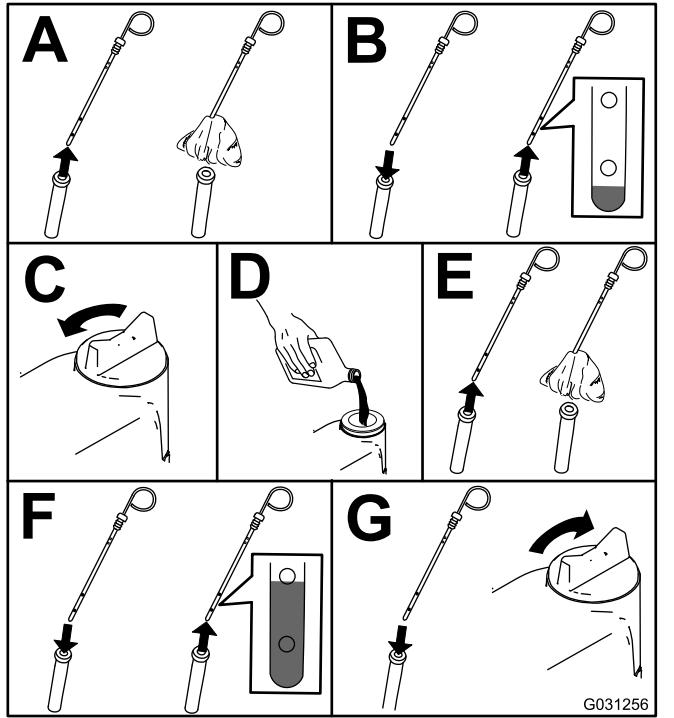

Figure 38
2. Contrôlez le niveau d'huile moteur (Figure 38).